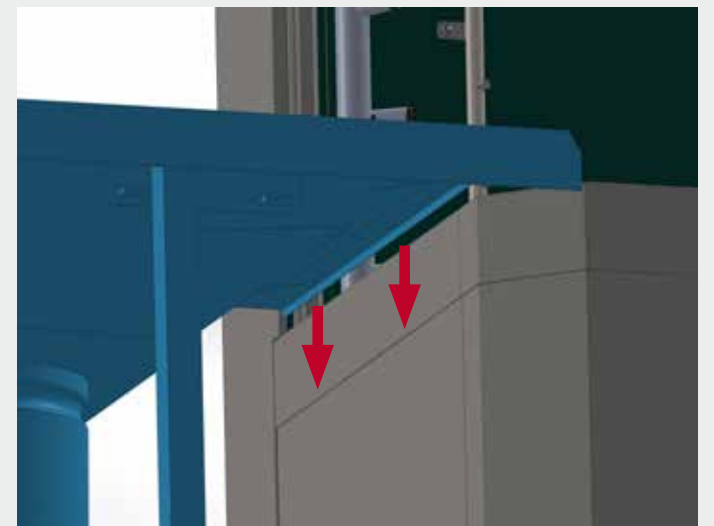

Bild 2. Bänken hängs in över maskinsargens sida eller front.
- Bänkarna ansluts till maskinen genom ett inhäng över maskinsargen, se bild 2 till höger.